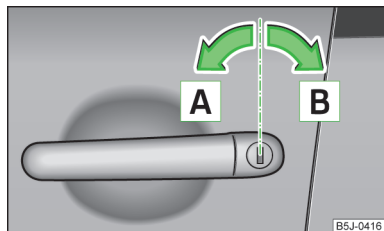

Fig. 31
- Rotiți cheia în butucul portierei șoferului, în sensul de deplasare (poziție de descuiere) **A** » fig. 31.
- Rotiți cheia în încuietorea portierei șoferului în sens contrar sensului de deplasare (poziție de încuiere) **B** » fig. 31 la pagina 50.